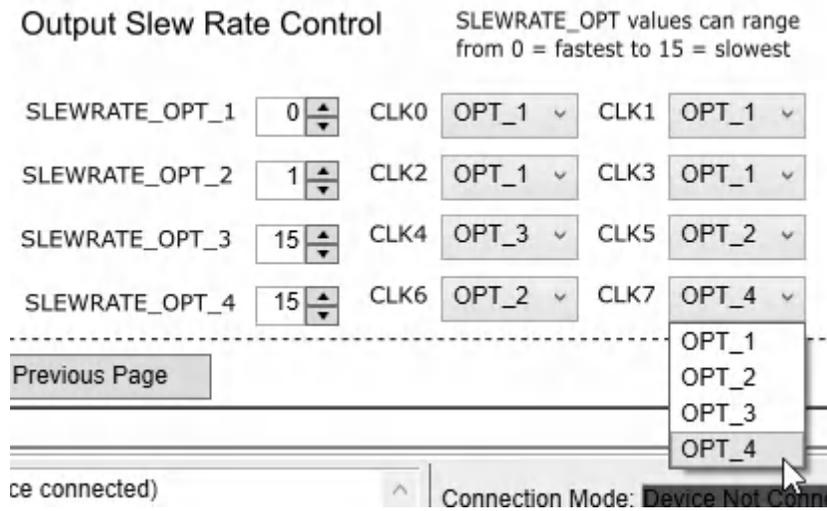

图 4-5. TICS Pro 中的输出压摆率设置示例
- a. 按照步骤 1a 中的示例，如果希望 CLK0、CLK1、CLK2 和 CLK3 具有最快的压摆率，CLK4 和 CLK7 具有最慢的压摆率，并且 CLK5 和 CLK6 具有第二快的压摆率，请将 CLK0、CLK1、CLK2 和 CLK3 的下拉菜单设置为 OPT_1，将 CLK4 和 CLK7 设置为 OPT_3 或 OPT_4，并将 CLK5 和 CLK6 设置为 OPT_2，如图 4-5 所示。重复该步骤，设置其他 12 个输出的压摆率。